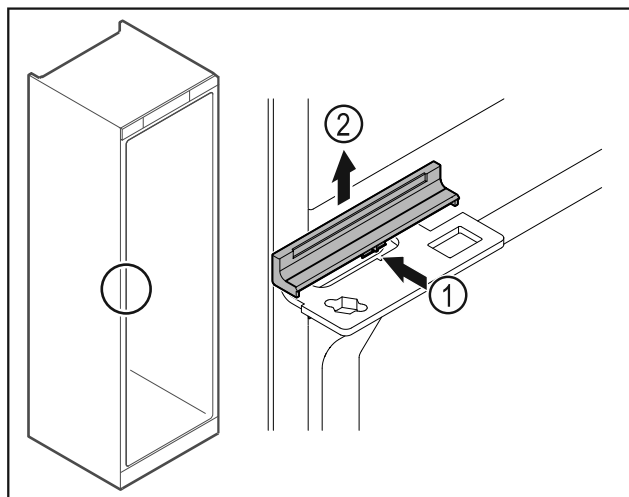

Fig. 38
- Premere leggermente la copertura Fig. 38 (1) al centro e rimuoverla sollevandola verso l'alto Fig. 38 (2).